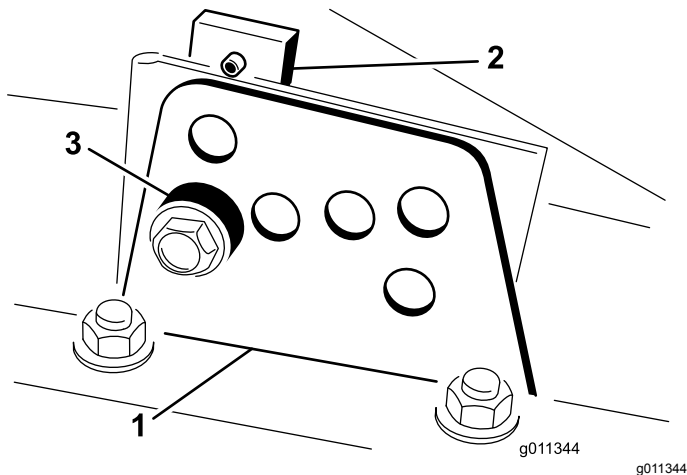

Figure 4
2. Desserrez le boulon qui fixe le support de hauteur de coupe à la plaque de hauteur de coupe (à l'avant et de chaque côté) (Figure 4).
4. Tout en supportant la chambre, déposez l'entretoise (Figure 4).